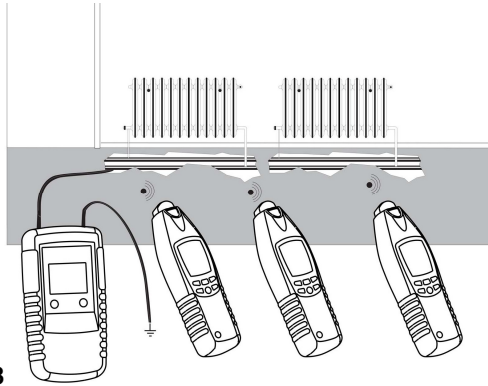

figure 13
Lorsque les émetteurs sont reliés comme sur la figure 13, le récepteur indiquera "3" au côté gauche de l'interruption de ligne. Si vous dépassez l'interruption vers la droite, le récepteur indique "7". Si vous passez juste au-dessus de l'interruption, aucun code de ligne ne sera indiqué parce que les deux signaux d'émetteurs se recouvrent. L'interruption se trouve exactement au milieu des codes indiqués "3" et "7".
- Connectez l'émetteur tel qu'illustré sur la figure 13.